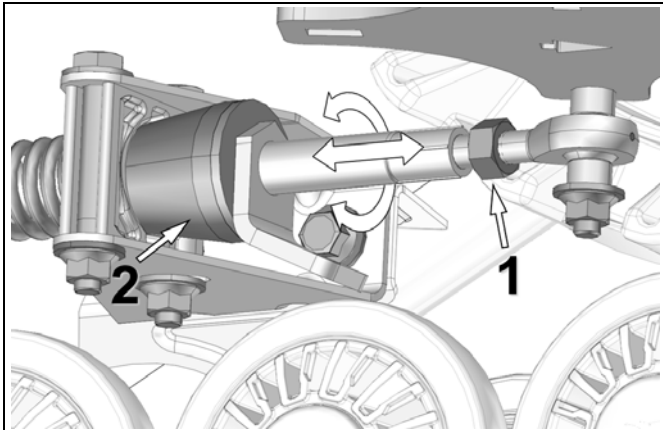

Abbildung 16
- Lösen Sie Gegenmutter (1). Drehen Sie den Stabilisierungsarm, um die Länge des Stangenkopfes einzustellen, so dass kein Druck auf den Gummikegel (2) ausgeübt wird. Siehe Abbildung 16.